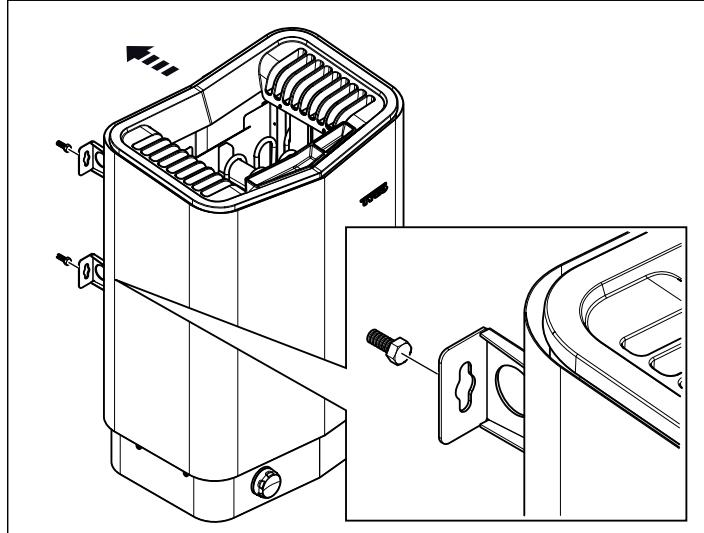

Рисунок 10: Подвесьте устройство.
**8.** Закрепите устройство за винты см. Рисунок 10, страница 19.